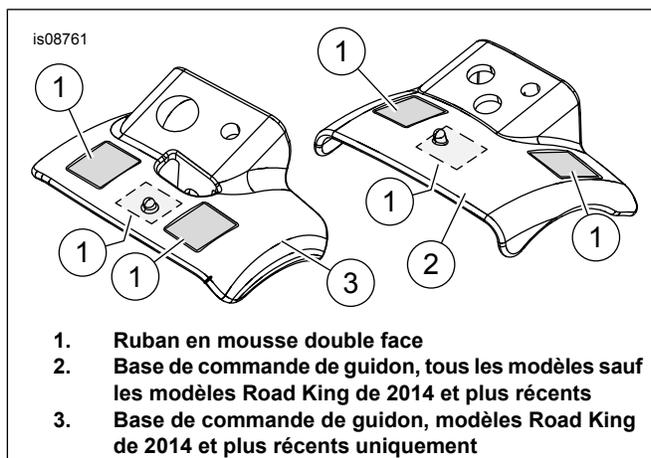

Figure 1. Base et ruban de commande de guidon
2. Voir Figure 1. Nettoyer avec un mélange de 50 à 70 % d'alcool isopropylique et de 30 à 50 % d'eau distillée. Couper le ruban (1) et poser sur la base de commande de guidon (2 ou 3) aux endroits indiqués.